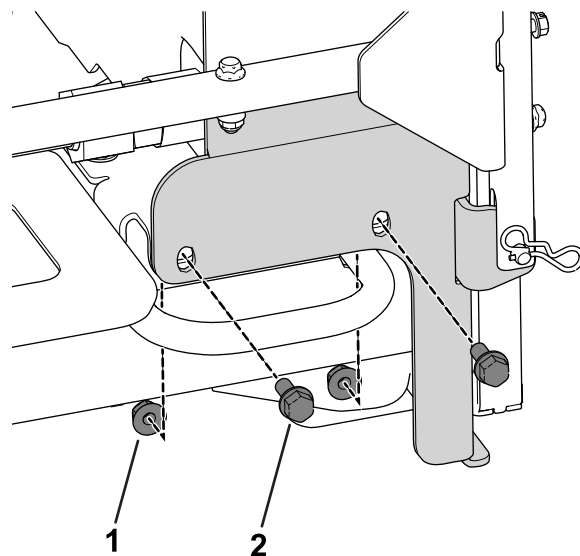

**Bild 6**
**Hinweis:** Bei älteren Maschinen kann ein Fahrwerksbein vor den Befestigungen des Kühlerrahmens herausragen. Entfernen Sie das Fahrwerksbein, feilen und überstreichen Sie das neue Fahrwerksende (Bild 6).